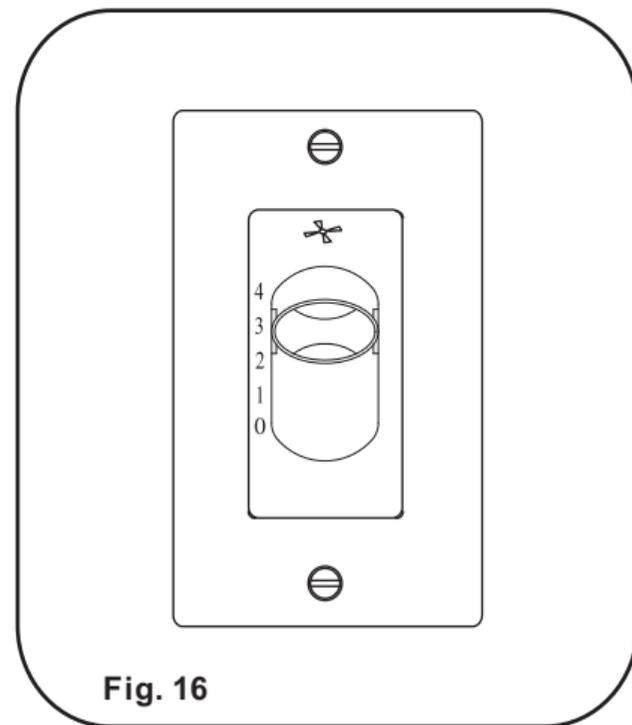

Fig. 16
1. El control del ventilador de 4 velocidades se utiliza para establecer la velocidad del ventilador: (Fig. 16)